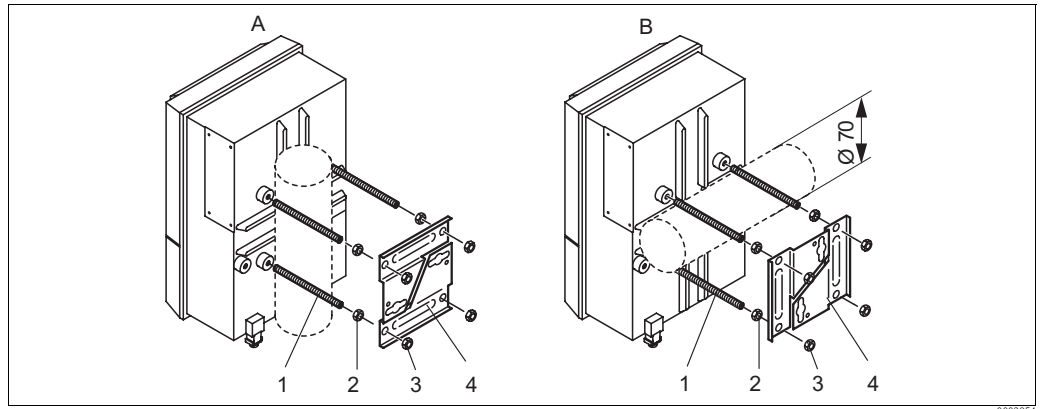

Abb. 13: Mastmontage
4. Schieben Sie die Halterungsplatten (Pos. 4) gemäß Abb. 13 auf die Halterungsschrauben.